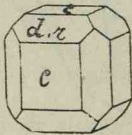

Fig. 61. Cubul cu muchile modificate printr'o față *dr*.
**Dodecaedrul romboidal** ia naștere din cub înlocuind fiecare muche printr'o singură față, *dr*, dodecaedru romboidal; această față e egal aplecată pe cele două fețe ale muchii ce se modifică fig. 61.